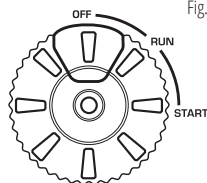

Fig. 8
3. Portare la manopola dell'interruttore multifunzione in posizione OFF (vedi Fig. 8), oppure impostare l'interruttore motore su OFF (a seconda del modello).